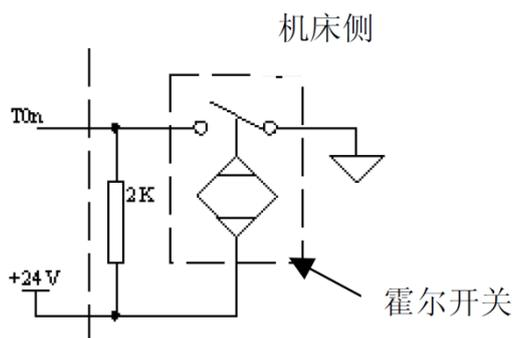

图 2-37
3、刀具刀位信号机床外部连接电路如图 2-37 所示，刀位信号为低电平有效时，需外接上